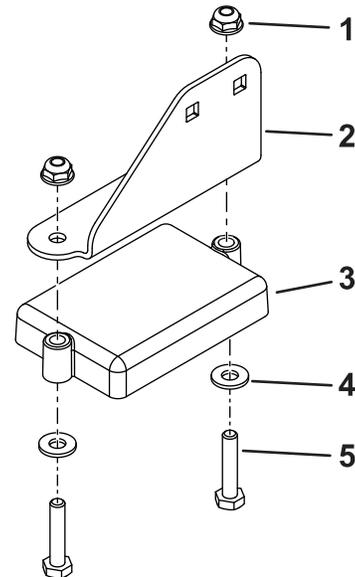

Bild 1
1. Befestigen Sie das Sensormodul mit zwei Schrauben, zwei Unterlegscheiben und zwei Muttern an der Befestigungshalterung (Bild 1).